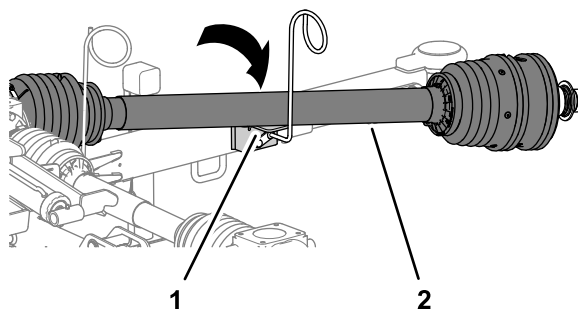

Figura 9
2. Mova o veio de transmissão da tomada de força para o apoio do veio da transmissão do guia do tubo (Figura 9).